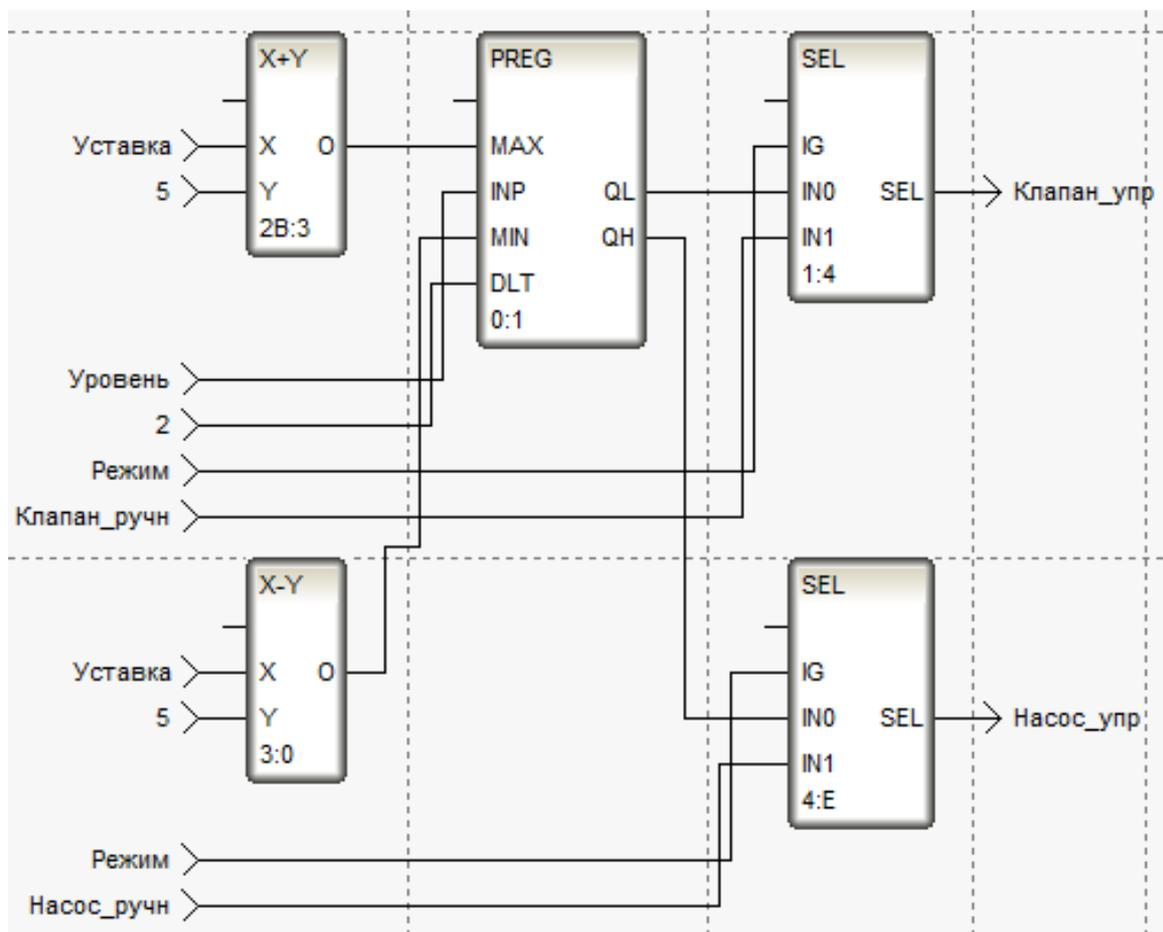

Рис. 3.4. Программа трехпозиционного регулирования уровня с выбором режима управления
Откройте в библиотеке вкладку «Арифметические» и, нажав ЛКМ на блоке «Сложение» $X+Y$ и не отпуская ее, перетащите блок из библиотеки в рабочее поле *РШП* (рис. 3.4). Аналогично перетащите блок «Вычитание» $X-Y$.
Блок трехпозиционного регулятора *PREG* (рис. 3.4) сигнализирует о выходе контролируемой величины, подаваемой на вход (*INP*), за границы диапазона [*MIN*, *MAX*]. Блок может быть использован в программе, с помощью которой значение некоторого сигнала удерживается в заданном диапазоне. Вход (*DLT*) блока предназначен для задания величины гистерезиса на отключение сигналов управления (*QL*) и (*QH*).
Присвойте соответствующим входам блока «Сложение» $X+Y$ аргументы (рис. 3.4): входу (X) – аргумент «Уставка», входу (Y) – константу «5» (значение половины зоны нечувствительности по условию). Выход (O) блока $X+Y$ соедините со входом (MAX) блока *PREG* (См. разработка программы эмулятора регулятора температуры агента в емкости ЛРН₂).